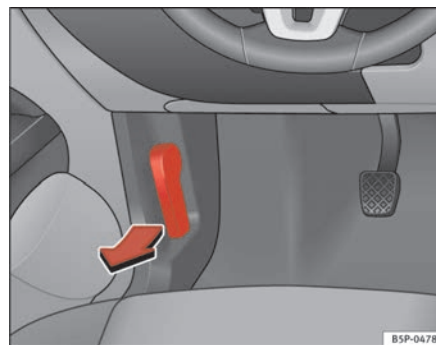

Fig. 156 Detalle de la zona reposapiés del lado del conductor: palanca para el desbloqueo del capó del motor.
- Tire de la palanca que se encuentra bajo el tablero de instrumentos ⇒ página 230, fig. 156 en el sentido que indica la flecha. El capó queda desbloqueado por la acción resorte del muelle ⇒ .